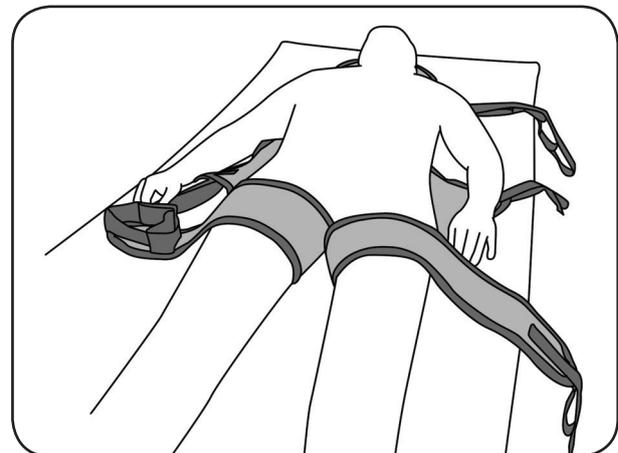

Abb. 8.2.02 – Beinstützen zwischen den Beinen des Patienten positioniert
7. Drehen Sie den Patienten wieder auf den Rücken und ordnen Sie die Beinstützen zwischen den Beinen des Patienten an (Abb. 8.2.02). Achten Sie darauf, dass die Beinschlaufen gleich lang sind. Die Schulerschlaufen liegen jeweils im Bereich der rechten und linken Schulter und die Kopfschlaufen oberhalb.